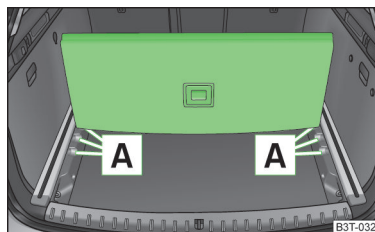

Fig. 98
- Introduceți marginea din spate într-unul din orificiile  » fig. 98.